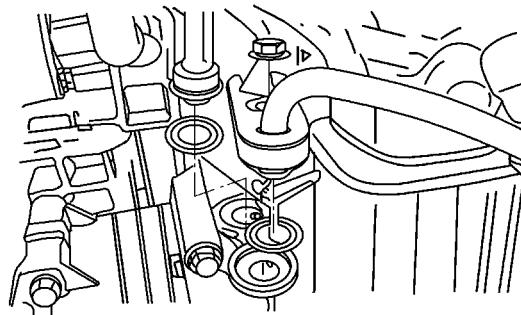

图 5-50 拆下吸入软管总成
5) 按照图 5-50 所示，从吸气软管管板上拆卸固定螺母，从压缩机上断开空调器总成插接器管板，拆下吸入软管总成。